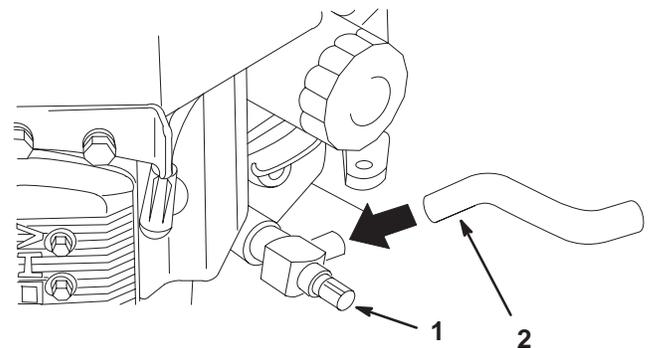

Bild 37
7. Drehen Sie das Ölablassventil, damit das Öl herauslaufen kann (Bild 37).
9. Nehmen Sie den Ablassschlauch ab (Bild 37).